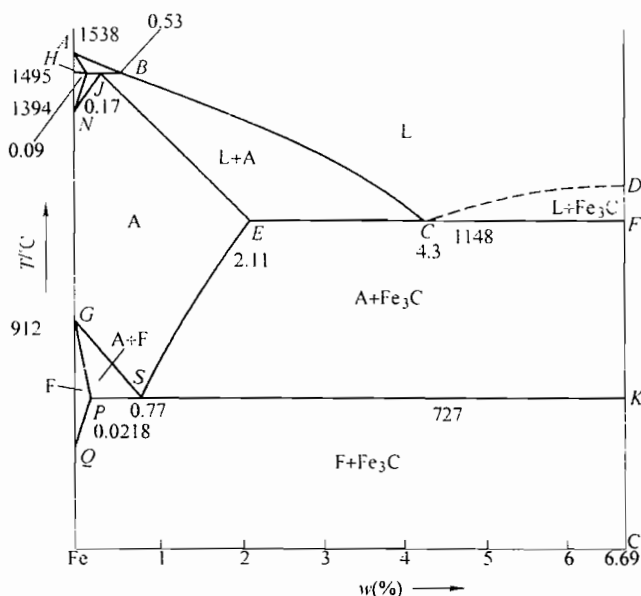

图 19-4 第五题解答图
1. 所画出 $\text{Fe}-\text{Fe}_3\text{C}$ 的平衡相图, 如图 19-4 所示。各个相区的填写, 如图 19-